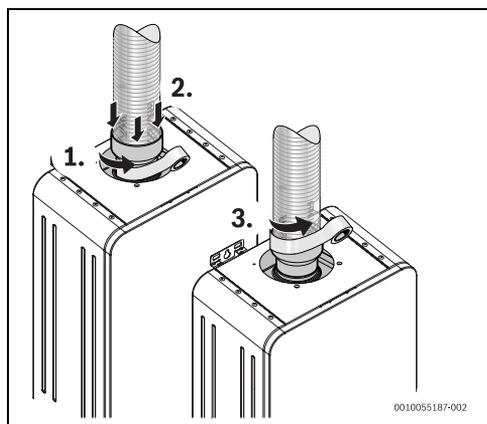

Fig. 25 Instalação Tipo B23
- ser isolada com material adequado (Fig. 25)